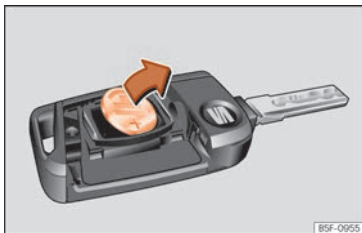

Abb. 123 Fahrzeugschlüssel: Batterie herausnehmen.
- Batterie mit einem geeigneten dünnen Gegenstand aus dem Batteriefach heraushebeln »» **Abb. 123**.
- Neue Batterie wie gezeigt ansetzen »» **Abb. 123** und entgegen der Pfeilrichtung in das Batteriefach drücken »» ⚠.